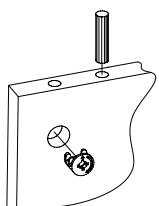

Рис.2
- Вставить головки минификсов в соответствующие отверстия деталей 1, 2, 4, 5, 6 (Рис. 2).